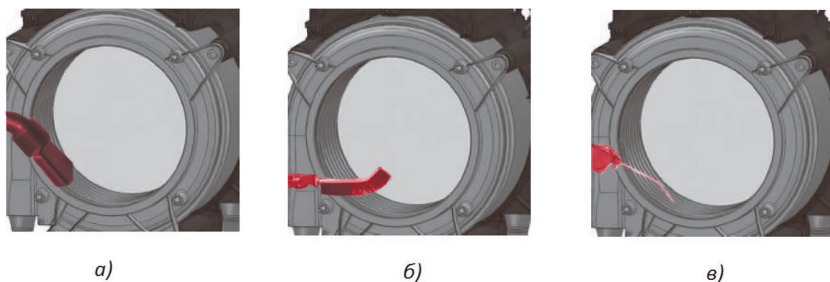

Рис. 16. Чистка камеры сгорания
1. Предварительно соберите мусор пылесосом с применением щелевой насадки (рисунок 16а);
2. Очистить спираль теплообменника щеткой. Для чистки спирали теплообменника запрещено применять щетку с металлическими щетинками (рисунок 16б);
3. Соберите пылесосом отложения, осыпавшиеся после работы щеткой (рисунок 16а);
4. Продуйте сжатым воздухом промежутки между спиралями теплообменника (рисунок 16в);
5. Удалите образовавшийся мусор пылесосом (рисунок 16а).
4	Проверить теплообменник на наличие отложений со стороны камеры сгорания. Очистить при необходимости (рис.16)